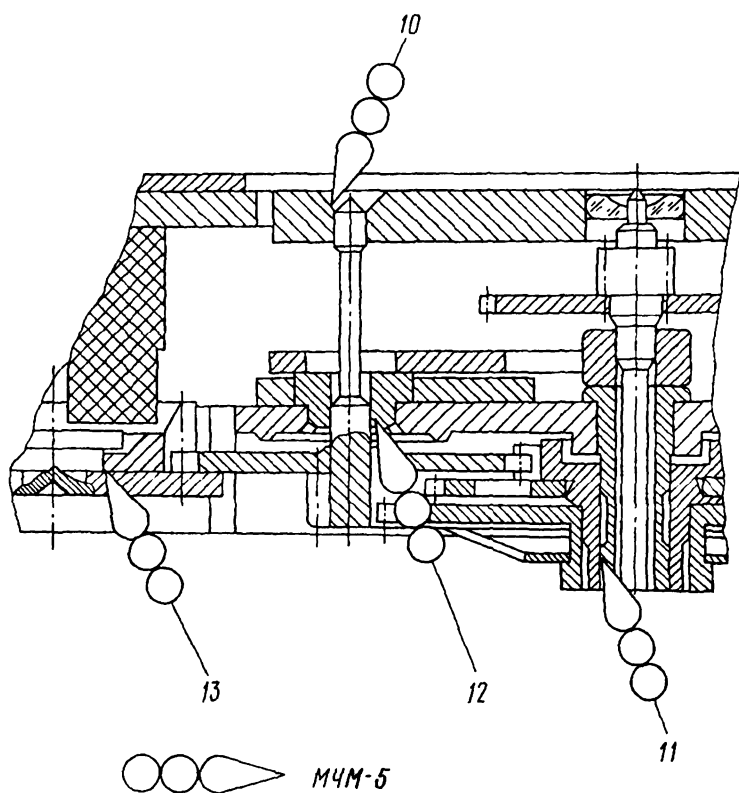

Рис. 77
- Смазать: торец центральной втулки платины (рис. 75, поз. 6, 7; рис. 77, поз. 11);
- Смазать: камневые и бескамневые опоры колесной системы (рис. 75, поз. 1, 3, 4; рис. 77, поз. 10, 12).
- Смазать: ось колеса переводного в мосте колеса переводного (рис. 77, поз. 13).